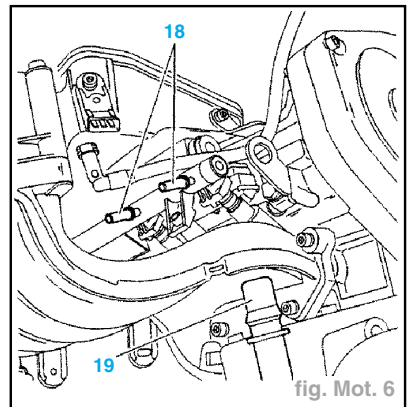

fig. Mot. 6
- Débrancher (fig. Mot. 6) :
- les raccords encliquetables (18) d'arrivée et de retour carburant,